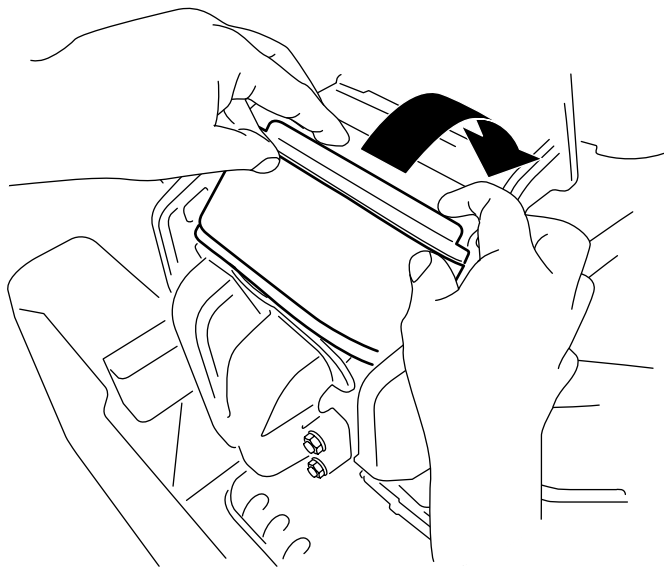

Figura 42
3. Ruotate il filtro nella camera e innestatelo completamente contro il collettore (Figura 42).